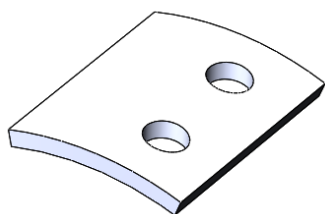
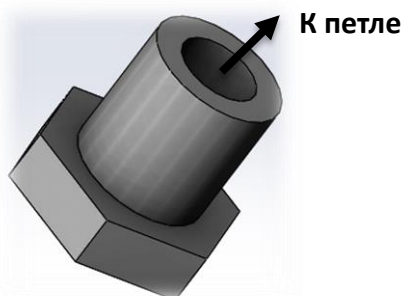

Рис.4
Рис.5
6. Установить верхний борт с петлями в проем двери, подложив под петли с внутренней стороны крыши (между крышей и усилителем проема) пластины-усилители (рис.4), (рекомендуется использовать магнитную телескопическую ручку). Закрепить петли через просверленные отверстия специальными гайками из комплекта крепежа, подложив под каждую спецгайку по 2 шайбы М6 обыкновенные и шайбу гровер М6 (рис.5). **ВНИМАНИЕ! КРЕПЕЖ НЕ ЗАТЯГИВАТЬ!**